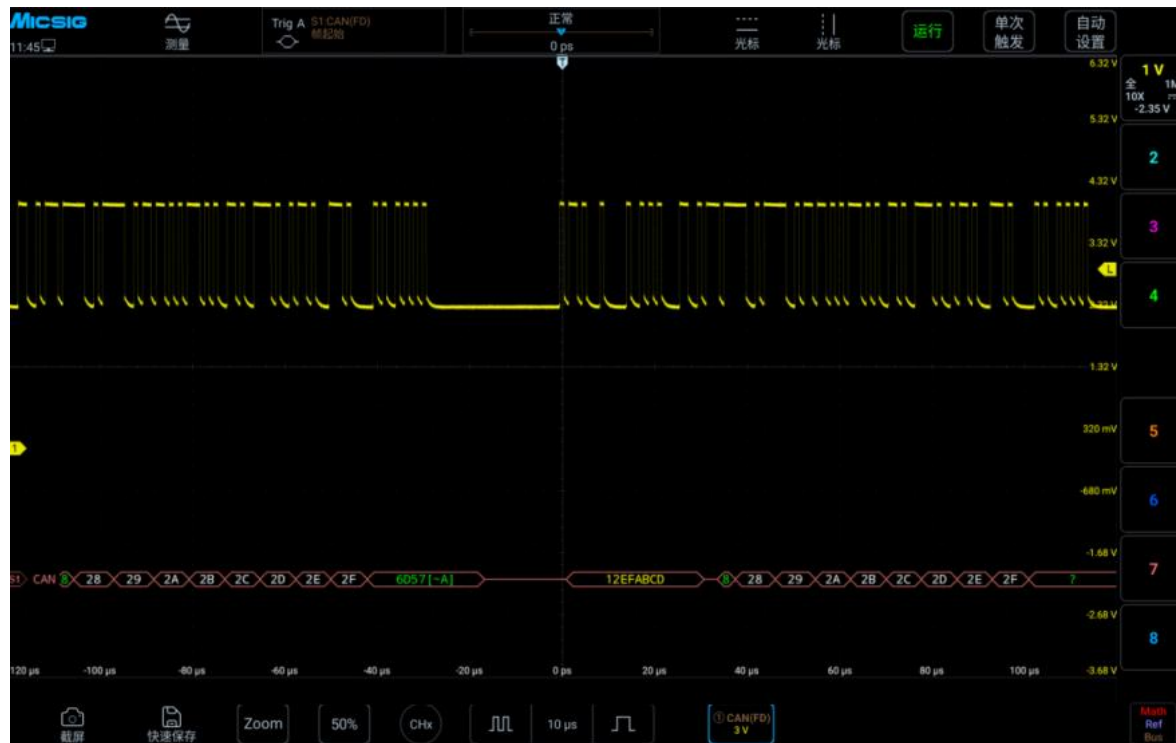

图 12-16 CAN 总线解码结果
- (1) 轻点 S1 打开解码通道，向左轻扫 S1 打开总线配置菜单；
- (2) 选择总线类型为“CAN”，依次点选“Ch1”“CAN_H”“1Mb/s”，FD 波特率设置为“无”，设置完成后点按空白区域关闭菜单；
- (3) 打开触发方式配置菜单，点选“帧起始”；
- (4) 依据信号幅值调节阈值电平； CAN 总线解码结果见图 12-16：